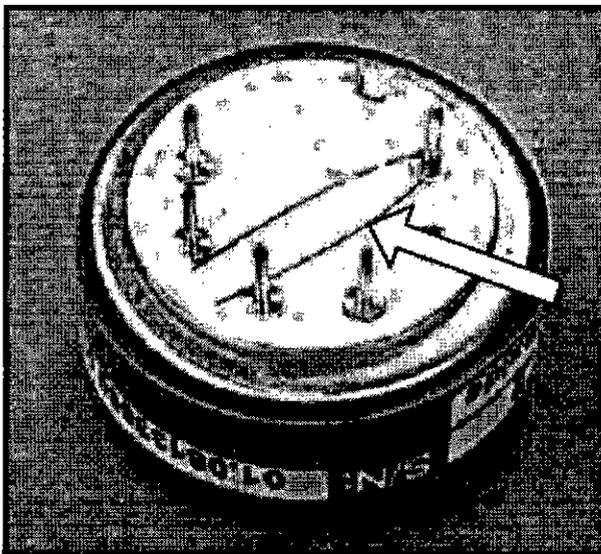

Figura 8-5
- Antes de sustituir el sensor del NO2 hay que retirarle el alambre de cortocircuitado (figura 8-5).